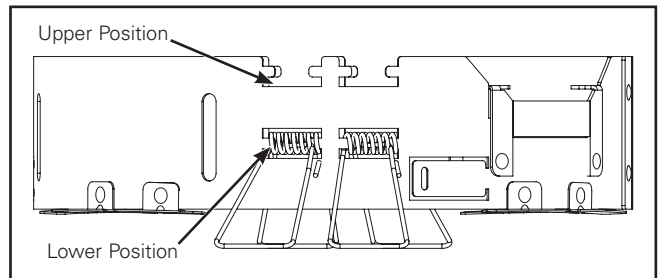

Figure 31.
5. L'anneau Retrofit peut être adapté à différentes épaisseurs de plafond et à des hauteurs de cadre de plâtre ou de boîtier en utilisant différentes fentes pour les ressorts de fixation. Le dispositif HC8R/HC812R est expédié avec des ressorts orientés vers le haut pour une épaisseur de plafond et de boîtier supérieure à 2,5 cm (1 po) et de 5 cm (2 po) maximum. Pour des épaisseurs de plafond et de boîtier comprises entre 12,7 mm (0,5 po) et 2,5 cm (1 po), les ressorts de fixation doivent être orientés vers le bas (Figure 31).